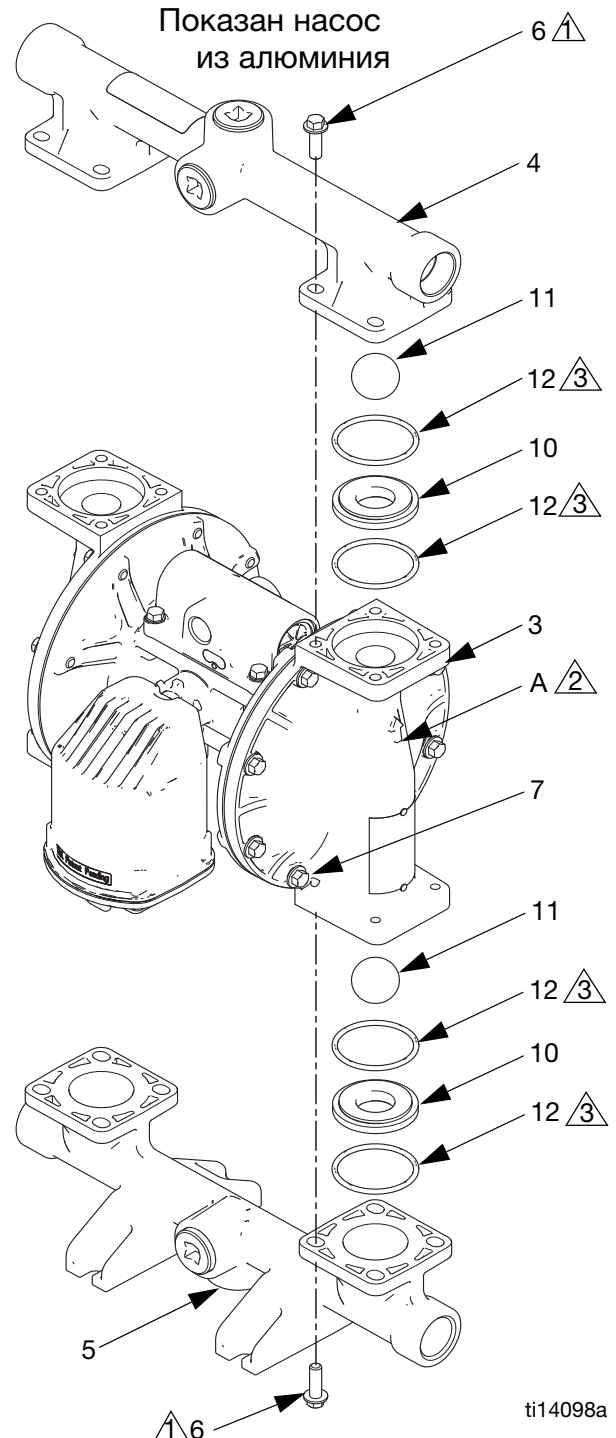

Рис. 7. Сборка шарового обратного клапана
3. Используйте торцевой гаечный ключ на 10 мм для снятия креплений выпускного коллектора (6). См. Рис. 7.
4. Снимите уплотнительные кольца (12, на некоторых моделях не используются), седла (10) и шарики (11).
5. Переверните насос и снимите впускной коллектор. Снимите уплотнительные кольца (12, на некоторых моделях не используются), седла (10) и шарики (11).
2. Соберите в обратном порядке, учитывая все примечания, указанные на Рис. 7. Убедитесь, что шаровые обратные клапаны (10-12) и коллекторы (4, 5) собраны **точно так**, как показано на рисунке. Стрелки (A) на крышках жидкостной секции **должны** указывать в сторону выпускного коллектора (4).